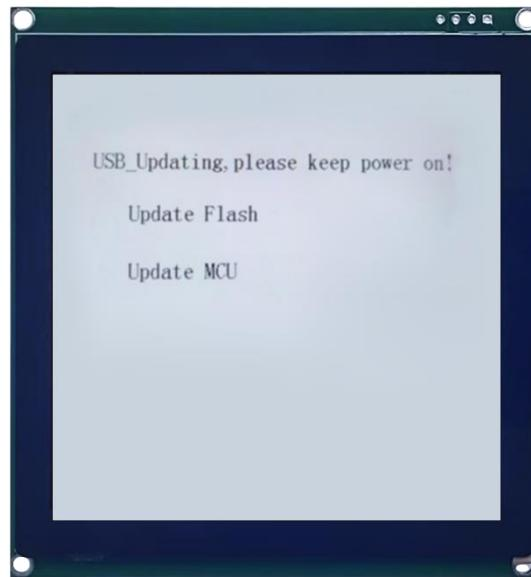

图 2-8：LT168B bootloader 模式示意图
| 图 2-8 : LT168B bootloader 模式示意图 | 12 |
2、通过 USB 线连接电脑和串口屏上电后，屏幕会进入的 bootloader 模式如前面图 2-8 所示。LT168B 的 bootloader 模式显示更新 Flash 与 MCU_Code 更新状态，打开专用烧录 LT168B 的 LT_Uart_GUI 软件。点击 InputFile 添加需要烧录的工程文件，选择对应的端口，**需确保 BaudRate 为 115200**，再点击 OpenComm 打开端口连接。BaudRate 若不是 115200 则无法连接，建立连接后软件自动将下载速度调整至 921600。
2、通过 USB 线连接电脑和串口屏上电后，屏幕会进入的 bootloader 模式。如前面图 2-8 所示 LT168B 的 bootloader 模式显示更新 Flash 与 MCU_Code 更新状态。打开专用烧录 LT168B 的 LT_Uart_GUI 软件。点击 Input File 添加需要烧录的工程文件，选择对应的端口，再点击 Open Comm 打开端口。
2、通过 USB 线连接电脑和串口屏上电后，屏幕会进入的 bootloader 模式如前面图 2-8 所示。LT168B 的 bootloader 模式显示更新 Flash 与 MCU_Code 更新状态。打开专用烧录 LT168B 的 LT_Uart_GUI 软件。点击 InputFile 添加需要烧录的工程文件，选择对应的端口，需确保 BaudRate 为 115200，再点击 OpenComm 打开端口连接。BaudRate 若不是 115200 则无法连接，建立连接后软件自动将下载速度调整至 921600。